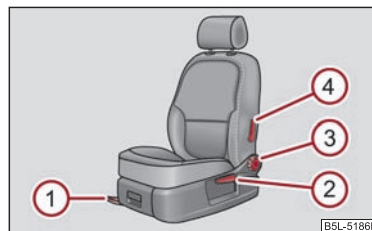

Fig. 55 Elemente de comandă pe scaun
- Se trage maneta ① ⇒ fig. 55 în sus și se deplasează scaunul în poziția dorită.
- Se eliberează maneta ① și se deplasează scaunul mai departe, până când se blochează.
- Depărtați spatele de pe spătar și rotiți roțița ③ ⇒ fig. 55, pentru a regla spătarul scaunului. ▶